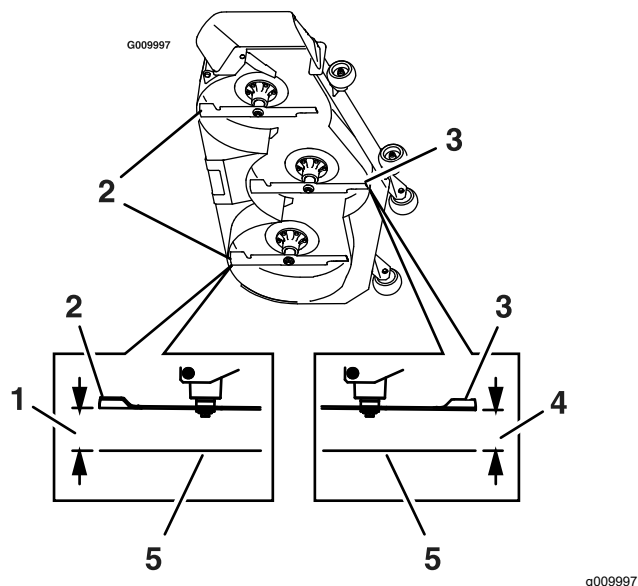

Рисунок 76
7. Измерьте расстояние от горизонтальной поверхности до передней кромки среднего ножа (Рисунок 76).